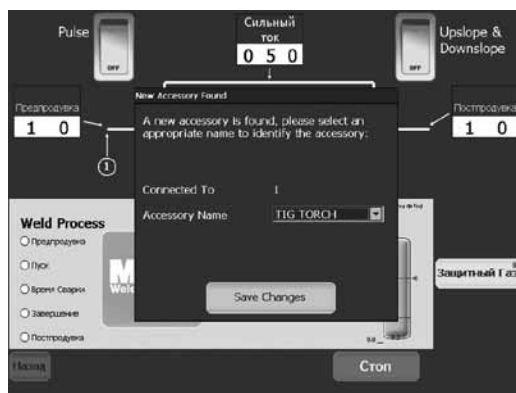

Рис. 1 — Окно Accessory (Вспомогательные средства)
7. На экране источника питания M200 появится окно вспомогательных принадлежностей. В раскрывающемся списке выберите **TIG TORCH (ГОРЕЛКА TIG)** (рис. 1).